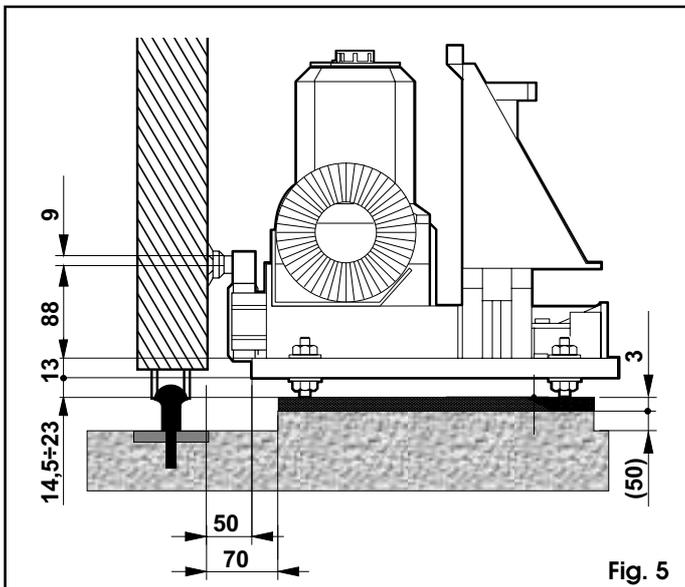
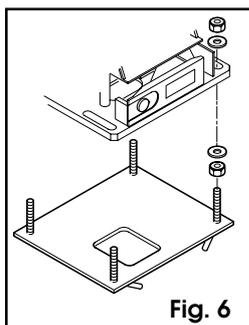

Fig. 5
Fig. 6
*Nota* - Se aconseja colocar la plancha sobre una base de cemento a 50 mm aproximadamente del suelo (fig. 5).
6) Fijar el actuador a la plancha de fundación como se ilustra en la fig. 6, utilizando los tornillos y arandelas que se entregan de serie. La posición del actuador se indica en la fig. 5.